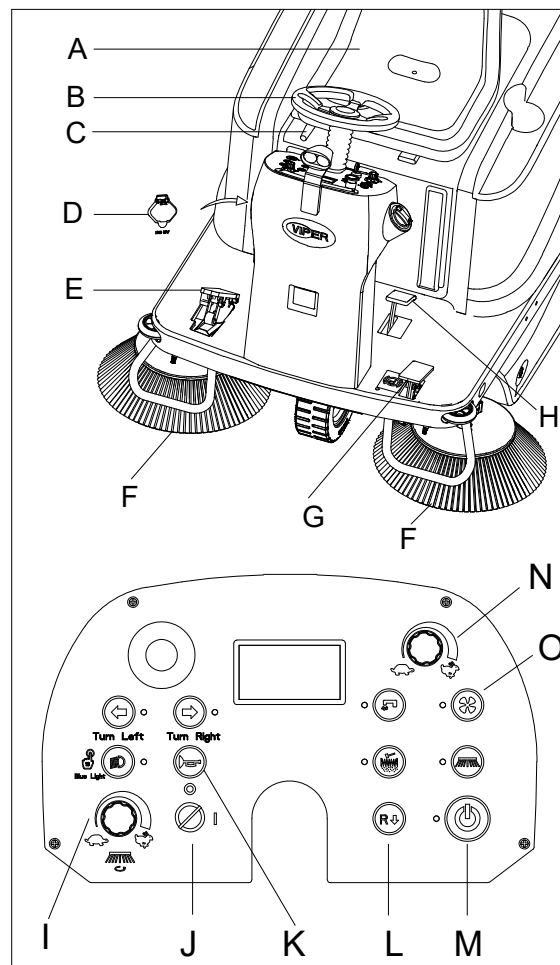

Figure 10
1. S'asseoir sur le siège du conducteur (A, figure 10) et régler sa position à l'aide du levier (C, figure 10) de manière à accéder facilement à toutes les commandes.
Le siège du conducteur (A, figure 10) est équipé d'un capteur de sécurité, qui permet à la machine d'être conduite uniquement lorsque l'opérateur est assis sur le siège du conducteur.
2. S'asseoir sur le siège (A, Figure 10), insérer la clé de contact (J, Figure 10) et la tourner sur « I ».
4. Appuyer sur le bouton de démarrage à un bouton (M, figure 10) pour démarrer la machine, les brosses latérales et la brosse principale sont automatiquement abaissées jusqu'au sol.
5. Appuyer sur la pédale d'accélérateur (E, figure 10), faire avancer ou reculer la machine avec le volant (B, figure 10) et le bouton marche avant/marche arrière (L, figure 10). La vitesse de conduite peut être réglée avec le bouton de réglage de la vitesse (N, figure 10). Les brosses principales/latérales et le moteur d'aspiration commencent à fonctionner.
6. Régler la vitesse de la brosse latérale avec le bouton de réglage de la vitesse de la brosse latérale (I, figure 10) en fonction des exigences de nettoyage.
7. Le port de chargement USB (D, figure 10) peut être utilisé pour charger un téléphone mobile ou un bloc lorsque la clé de contact (J, figure 10) est tournée sur « I ».
8. Appuyer sur le bouton du klaxon (K, Figure 10) pour avertir les gens en cas de besoin.
A brosse principale et les brosses latérales (F et H, figure 10) peuvent être abaissées et soulevées même lorsque la machine est en mouvement. Les brosses principales et latérales ne tournent pas lorsqu'elles sont soulevées.
9. Commencer le balayage en tournant le volant (B, figure 10) et en faisant avancer la machine avec la pédale d'accélérateur (E, figure 10).
10. Relâcher la pédale d'accélérateur (E, figure 10), la machine arrête d'avancer.
11. Appuyer à nouveau sur le bouton de démarrage à un bouton (M, figure 10) afin de désactiver les brosses, le moteur d'aspiration et la pompe. La brosse principale et les brosses latérales sont automatiquement soulevées du sol. Le système d'aspiration est désactivé après un délai de quelques secondes.
4. Pour capter la lumière et les déchets encombrants, soulever la lame avant en appuyant sur la pédale du volet (H, figure 10) ; tenir compte du fait que la capacité d'aspiration de la machine est réduite lorsque la lame avant est soulevée.